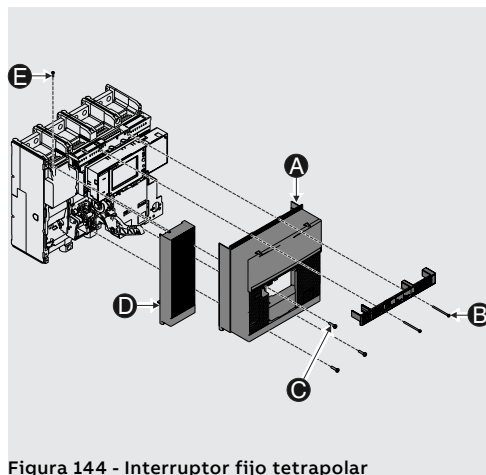

Figura 144 - Interruptor fijo tetrapolar
1. Desmontar la cubierta (A) quitando los tornillos de fijación (B y C).
2. Con interruptor tetrapolar (Figura 144 - Interruptor fijo tetrapolar), desmontar el escudo lateral (D) quitando el tornillo de fijación (E).